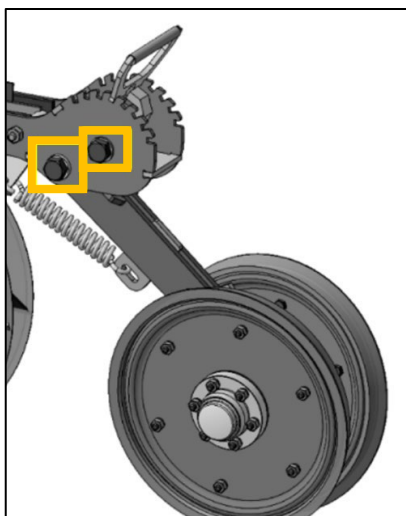

Рисунок 89 – Втулки оси качения укрывающих колёс и ось рычага фиксатора
13. Обильно смазать машинным маслом втулки и механизмы укрывающих колёс, рис. 89.